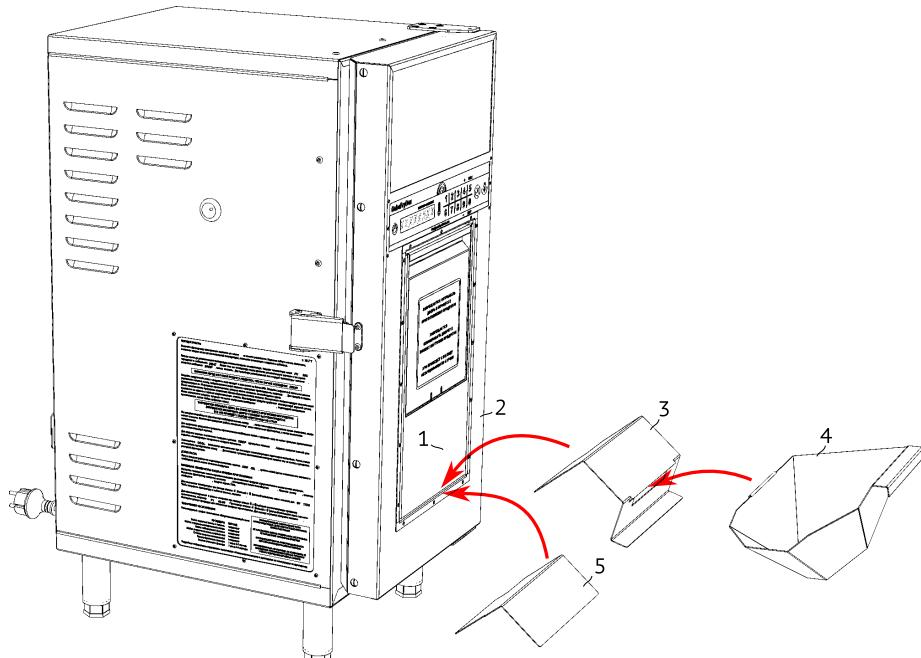

Рисунок 4
14. Если выгрузка продукта планируется в лоток приёмный из комплекта поставки, установите между дверцей (2) и заслонкой (1) кронштейн (3), а в кронштейн установите лоток приёмный (4), см. Рис. 4.
15. В случае, если выгрузка продукта планируется в иной приёмный контейнер, например гастроёмкость, то установите между дверцей и заслонкой уголок-отражатель (5), который направляет остатки масла с продукта в приёмный контейнер.